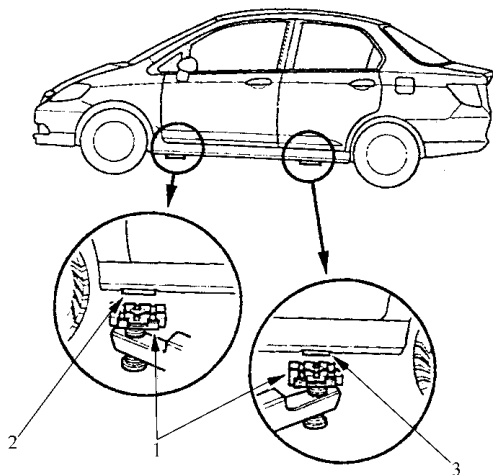

图 1-6 车辆前支撑点和车辆后支撑点
1) 如图 1-6 所示，将举升机的提升块 1 或安全支撑架置于车辆前支撑点 2 和后支撑点 3。